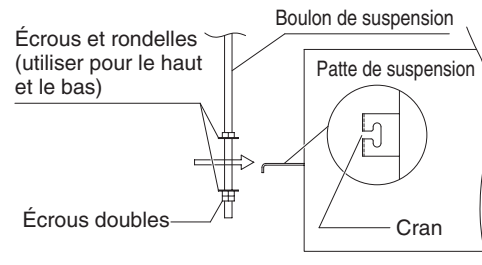

Fig. 3-10
- (3) Montez les 3 écrous hexagonaux et les 2 rondelles (fourniture sur site) sur chacun des 4 boulons de suspension de la manière indiquée aux Figures 3-10 et 3-11. Utilisez 1 écrou et 1 rondelle pour la partie supérieure et 2 écrous et 1 rondelle pour la partie inférieure de sorte que l'unité ne tombe pas des pattes de suspension.